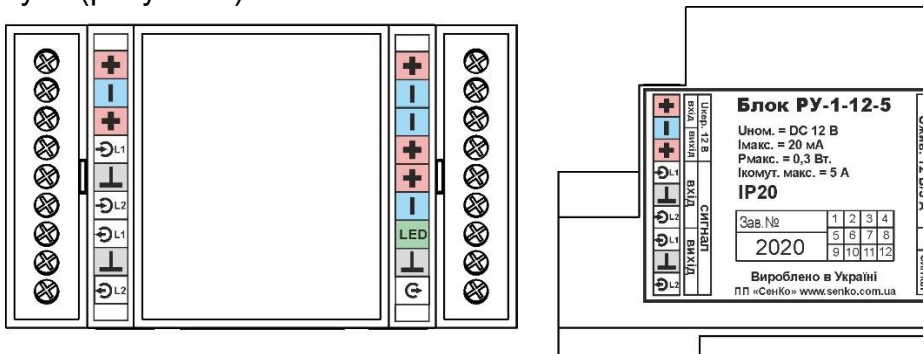

Рисунок 1.
6.1 Конструктивно блок выполнен в виде одного функционально законченного блока. Корпус изготовлен из пластика и состоит из кожуха и основания. Внутри корпуса, на основании размещена плата с электронными компонентами. На противоположных краях платы расположены клеммные колодки, предназначенные для подключения внешних устройств – блока ДС-1, блоков РУ-1-12-5 и ИБП согласно этикетке, расположенной на корпусе (рисунок 1).
6.3 Имеется индикация включения блока и наличие напряжения питания (Ужив.) активных громкоговорителей (**LED** рисунок 1).